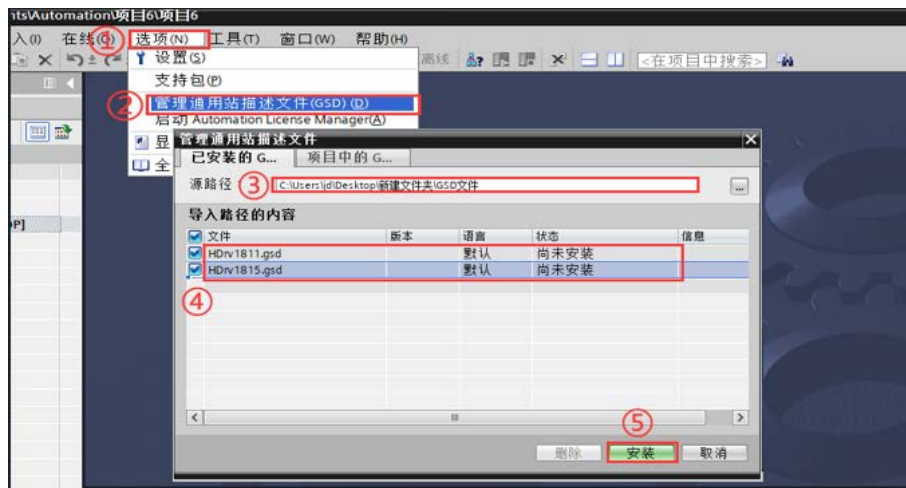

图 3.5 GSD 文件安装
- 在项目菜单栏中，点击【选项】，在下拉框中点击【管理通用站描述文件（GSD）】，在【管理通用站描述文件】对话框中，找到 GSD 文件根目录，选择需要安装的文件，点击【安装】，安装完后，关闭对话框，如图 3.5 所示。